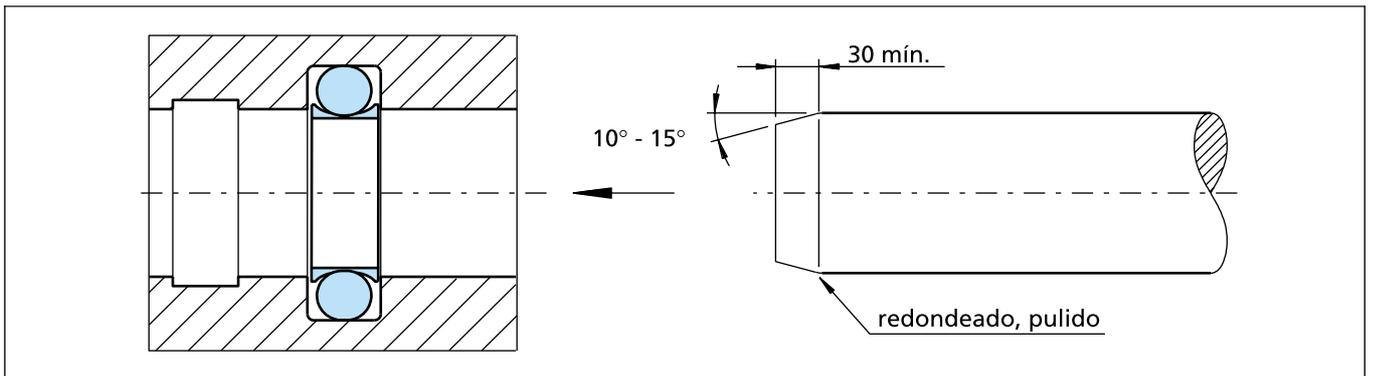

Figura 13 Calibración de la junta ya montada usando un mandril de calibración
- Por último, calibre la junta utilizando un mandril con un chaflán de 10° a 15° , con una longitud mínima de 30 mm (Figura 13).